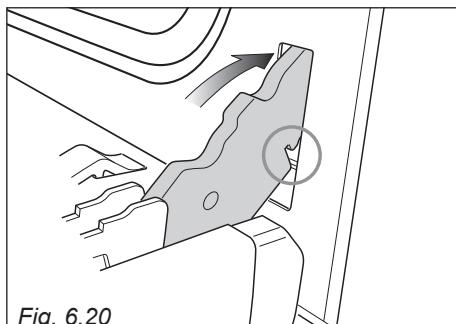

Fig. 6.20
2. Inserire i ganci delle cerniere (destra e sinistra) nel loro alloggiamento; assicurarsi che l'incavo entri nell'apposito alloggiamento (fig. 6.20).